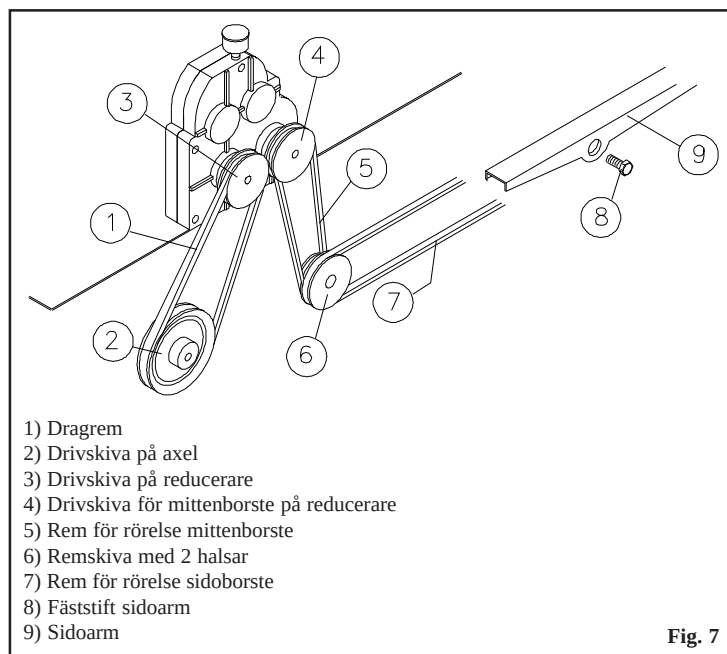

Fig. 7
- Avlägsna remmen **pos. 7 Fig. 7** från remskivans hals **pos. 6 Fig. 7**.
- Avlägsna remmen **pos. 5 Fig. 7** från remskivans hals **pos. 4 och 6 Fig. 7**.
- Sätt tillbaka remmen **pos. 7 Fig. 7** i remskivan **pos. 6 Fig. 7**.
- Avlägsna remmen **pos. 7 Fig. 7** från remskivan **pos. 6 Fig. 7**.
- Skruva loss fäststiftet **pos. 8 Fig. 7** och dra ur sidoarmens krokar **pos. 9 Fig. 7** från den fasta kuggringen.
- Avlägsna remmen **pos. 7** från sidoarmen **pos. 9 Fig. 7**.
- Sätt tillbaka sidoarmen **pos. 9 Fig. 7** på den fasta kuggringen.
- Skruva tillbaka stiftet **pos. 8 Fig. 7**.
- För in remmen **pos. 7 Fig. 7** i remskivan **pos. 6 Fig. 7**.
- Skruva loss låsskruven på remskivan **pos. 4 Fig. 7** och dra ut den från reduceraxeln. Se till att du inte tappat bort kilen.
- Skruva loss låsskruven på remskivan **pos. 3 Fig. 7** och dra ut den från reduceraxeln. Se till att du inte tappat bort kilen.
- Avlägsna remmen **pos. 1 Fig. 7**.
- För in den nya remmen på remskivan **pos. 2 Fig. 7**.
- Montera remskivan på reduceraren **pos. 3 Fig. 7** med remmen redan placerad på halsen.